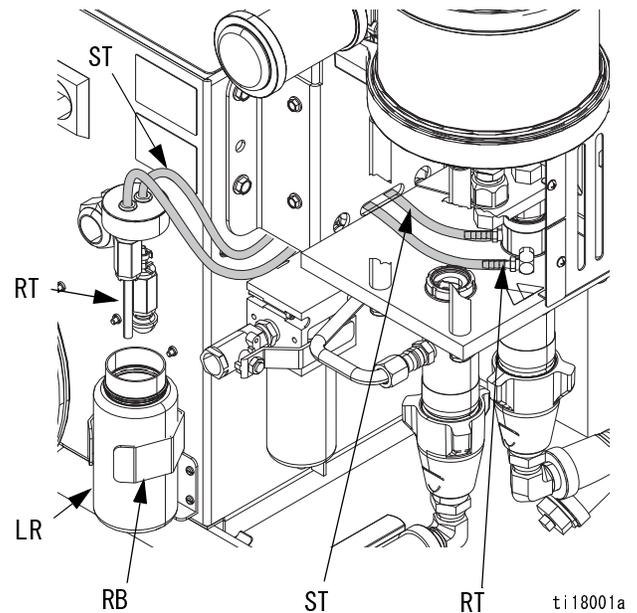

図 13. ポンプ潤滑システム
2. 潤滑油リザーバ (LR) をブラケット (RB) から持ち上げて、キャップから容器を外します。適当な空缶の上でキャップを持ち、チェックバルブを外して潤滑油を流してください。チェックバルブをインレットホース (ST) に再度接続します。図 13 を参照してください。